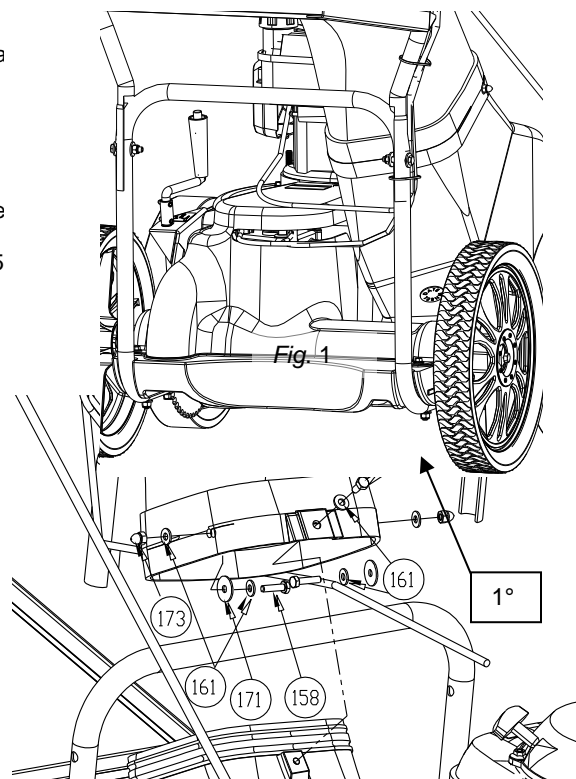

Fig. 2
2. Installare prima il bullone centrale (elemento 170), se allineato con un dado sull'alloggiamento. (v. Fig. 2).
3. Fissare il resto del gruppo calotta all'alloggiamento, utilizzando la bulloneria corrispondente. *NOTA:* il bullone/la rondella vanno inseriti dall'interno, attraverso la calotta. (v. Fig. 2).